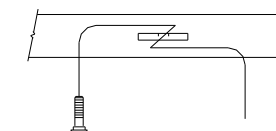
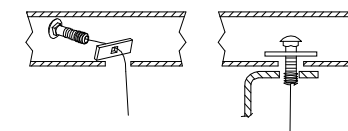

Figura 2
Figura 3
- Apoyar y bajar el escape:** Bajar el escape al quitar (4) colgantes de goma y apoyar el escape para evitar que se caiga bajo su propio peso. Rociar un lubricante o agua jabonosa en el vástago del colgante de metal y en el aislante de goma ayuda para el desmonte.
- Instalar los fijadores:** Introducir el extremo enrollado del alambre de halar a través del orificio delantero de unión en el bastidor y sacarlo por el orificio de acceso. Insertar el espaciador (2) en el cable de insertar (5) y enroscar el perno de carruaje (1) en el cable de insertar (5). Halar el alambre de insertar (5) con los fijadores hacia su ubicación, a través del orificio. Dejar el cable de insertar (5) unido. Repetir el mismo proceso en ambos largueros del bastidor. Ver la Figura 2. Usando el procedimiento inverso del cable de insertar, enroscar el perno de carruaje (1) en el cable de insertar (5) e introducirlo en el orificio de acceso en el larguero del bastidor. Luego insertar el espaciador (2) en el cable de insertar (5) e insertarlo en el orificio de acceso y halar el perno de carruaje (1) a la posición a través del espaciador. Dejar el cable de insertar (5) unido. Ver la Figura 3.
- Instalar el enganche:** Levantar el enganche por encima de escape, insertar los cables de insertar (5) a través de los puntos de unión en los soportes del enganche. (Halar hacia atrás la fascia según sea necesario para tener acceso entre la fascia y el colgante del escape.)
- Instalar el fijador:** Usar la arandela cónica (3) para sostener el perno en su lugar, retirar los cables de insertar (5) e instalar la tuerca hexagonal (4). Apretar a mano en ambos lados.
1. Apoyar y bajar el escape: Bajar el escape al quitar (4) colgantes de goma y apoyar el escape para evitar que se caiga bajo su propio peso. Rociar un lubricante o agua jabonosa en el vástago del colgante de metal y en el aislante de goma ayuda para el desmonte.
3. Instalar los fijadores: Introducir el extremo enrollado del alambre de halar a través del orificio delantero de unión en el bastidor y sacarlo por el orificio de acceso. Insertar el espaciador ② en el cable de insertar ⑤ y enroscar el perno de carruaje ① en el cable de insertar ⑤. Halar el alambre de insertar ⑤ con los fijadores hacia su ubicación, a través del orificio. Dejar el cable de insertar ⑤ unido. Repetir el mismo proceso en ambos largueros del bastidor. Ver la Figura 2. Usando el procedimiento inverso del cable de insertar, enroscar el perno de carruaje ① en el cable de insertar ⑤ e introducirlo en el orificio de acceso en el larguero del bastidor. Luego insertar el espaciador ② en el cable de insertar ⑤ e insertarlo en el orificio de acceso y halar el perno de carruaje ① a la posición a través del espaciador. Dejar el cable de insertar ⑤ unido. Ver la Figura 3.
4. Instalar el enganche: Levantar el enganche por encima de escape, insertar los cables de insertar ⑤ a través de los puntos de unión en los soportes del enganche. (Halar hacia atrás la fascia según sea necesario para tener acceso entre la fascia y el colgante del escape.)
5. Instalar el fijador: Usar la arandela cónica ③ para sostener el perno en su lugar, retirar los cables de insertar ⑤ e instalar la tuerca hexagonal ④. Apretar a mano en ambos lados.